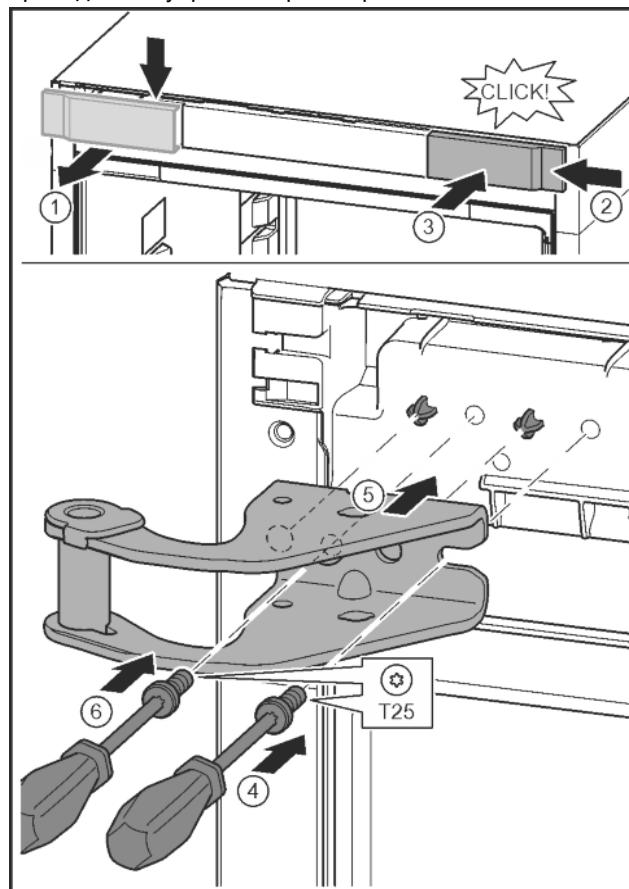

Fig. 13
- Отпустить крышку и снять сбону. Fig. 13 (1)
- Навесить крышку, повернув ее на 180°, справа с другой стороны. Fig. 13 (2)
- Крышку зафиксировать. Fig. 13 (3)
- Установить винт отверткой T25. Fig. 13 (4)
- Установить верхний опорный кронштейн. Fig. 13 (5)
- Затянуть винт. Fig. 13 (4)
- Вставить и затянуть винт отверткой T25. Fig. 13 (6)